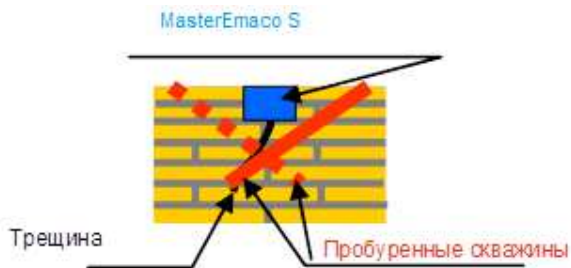

Рисунок 1 Примерная технология инъекции трещин.
- д. в случае большого раскрытия, трещина предварительно заполняется смесью MasterEmaco S для исключения вытекания суспензии MasterEmaco A 640. (рис. 1)